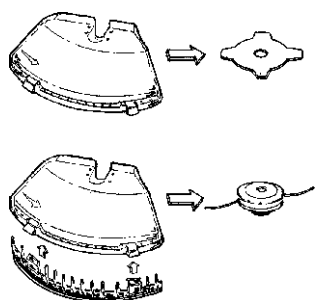

Fig. 12
**ATTENZIONE:** per ogni utensile da voi utilizzato, dovete applicare il riparo appropriato richiesto dalla normativa CE (Fig. 12) e, nel caso delle testine, utilizzare solo filo nylon consigliato dalla casa costruttrice (non usate filo d'acciaio o altri materiali!) Verificate che anche gli utensili siano originali, marchiati e raccomandati dal costruttore.